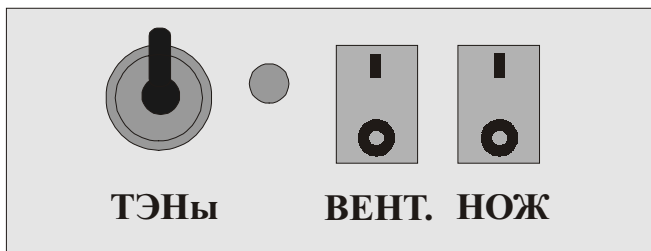

Рис. 2 Панель управления.
8. Включить тумблер «Вент.»(рис.2), при включении тумблера «Вент.» загорается индикаторная лампа внутри тумблера и включается циркуляционный электродвигатель 8.
9. Включить тумблер «Нож»(рис.2), при этом термонаж 5 начинает нагреваться.
10. Включить тумблер «ТЭН»(рис.2), при этом загорится индикаторная лампа и начнут нагреваться ТЭНы камеры.